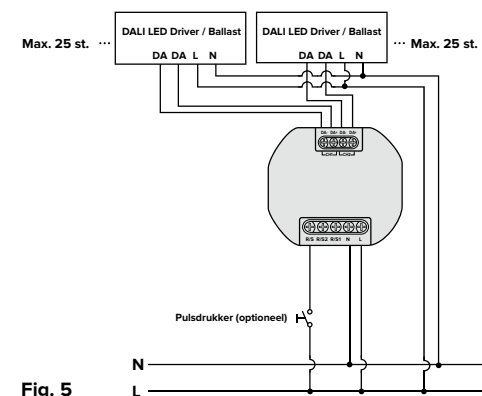

Fig. 5
5. Sluit de kabels aan op de juiste aansluitingen (fig. 5)
De pulsschakelaar wordt in serie geplaatst tussen de L en R/S aansluiting (zie fig. 5).